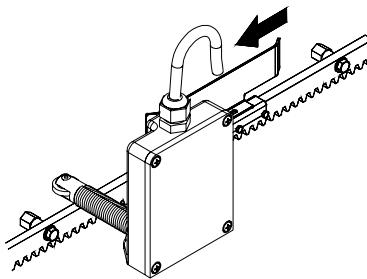

Fig.20
6) Ripetere le operazioni dei punti 4 e 5 per il finecorsa di chiusura, Fig.20.